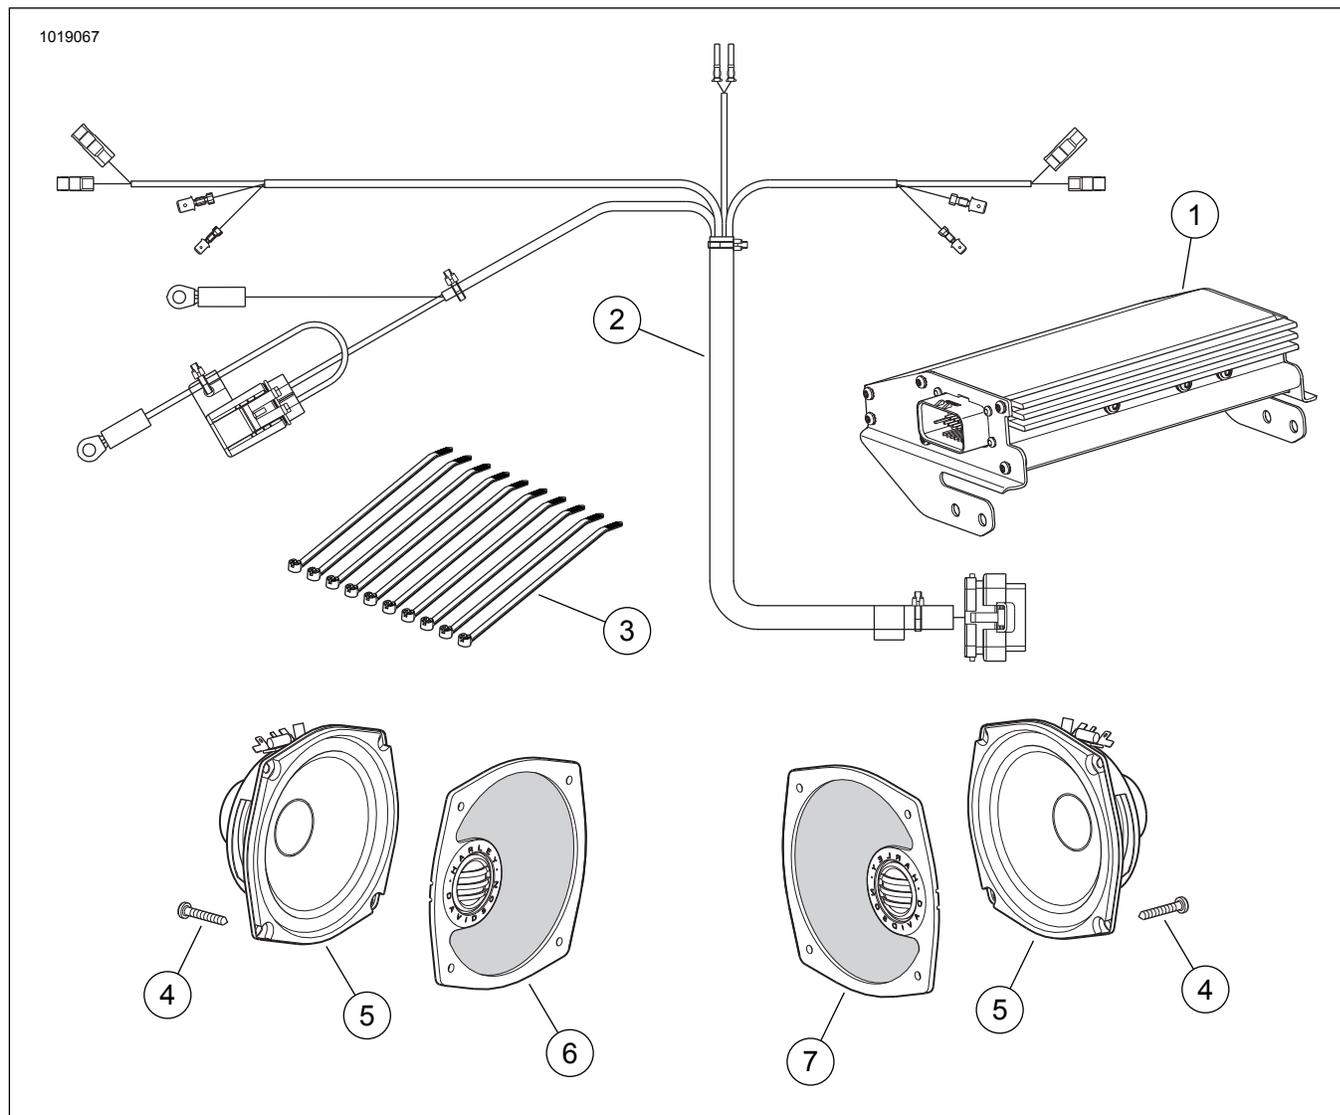

Figure 7. Pièces de rechange, Kit d'amplificateur Boom! Audio
1. Voir la figure 7. Prendre le faisceau d'amplificateur (2) de ce kit.